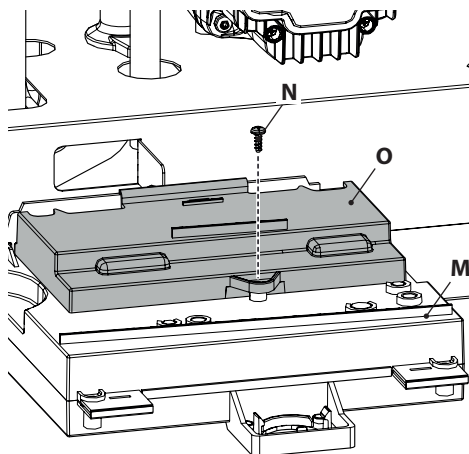

Figura 5.19
- Ruotare il pannello comandi **M**, come illustrato in Figura 5.19.
- Svitare la vite **N** e sollevare il coperchio **O** per accedere alle morsettiera alimentazione elettrica, remoto e sonda esterna (Figura 5.19).